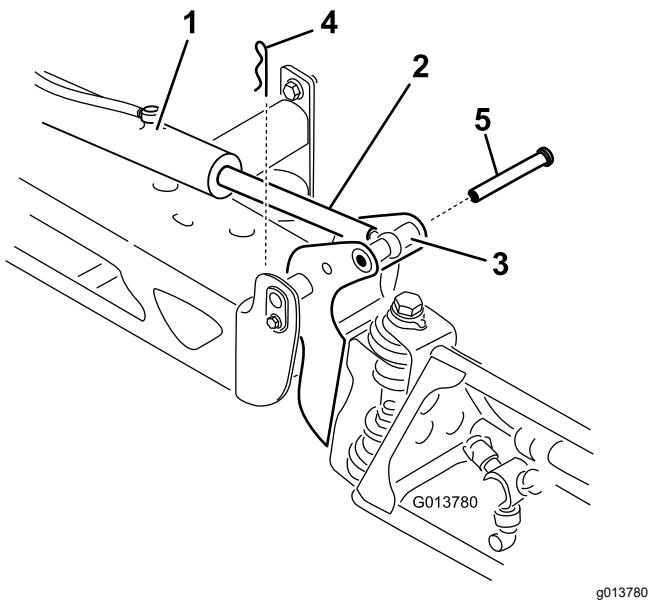

Рисунок 74
2. Извлеките шплинт из шплинтуемого штифта (Рисунок 74).
3. Поднимите секцию, извлеките шплинтуемый штифт и медленно опустите секцию на землю (Рисунок 74).
- Удерживая секцию опрыскивания, вставьте шплинтуемый штифт через ось поворота стрелы и шток привода (Рисунок 74).